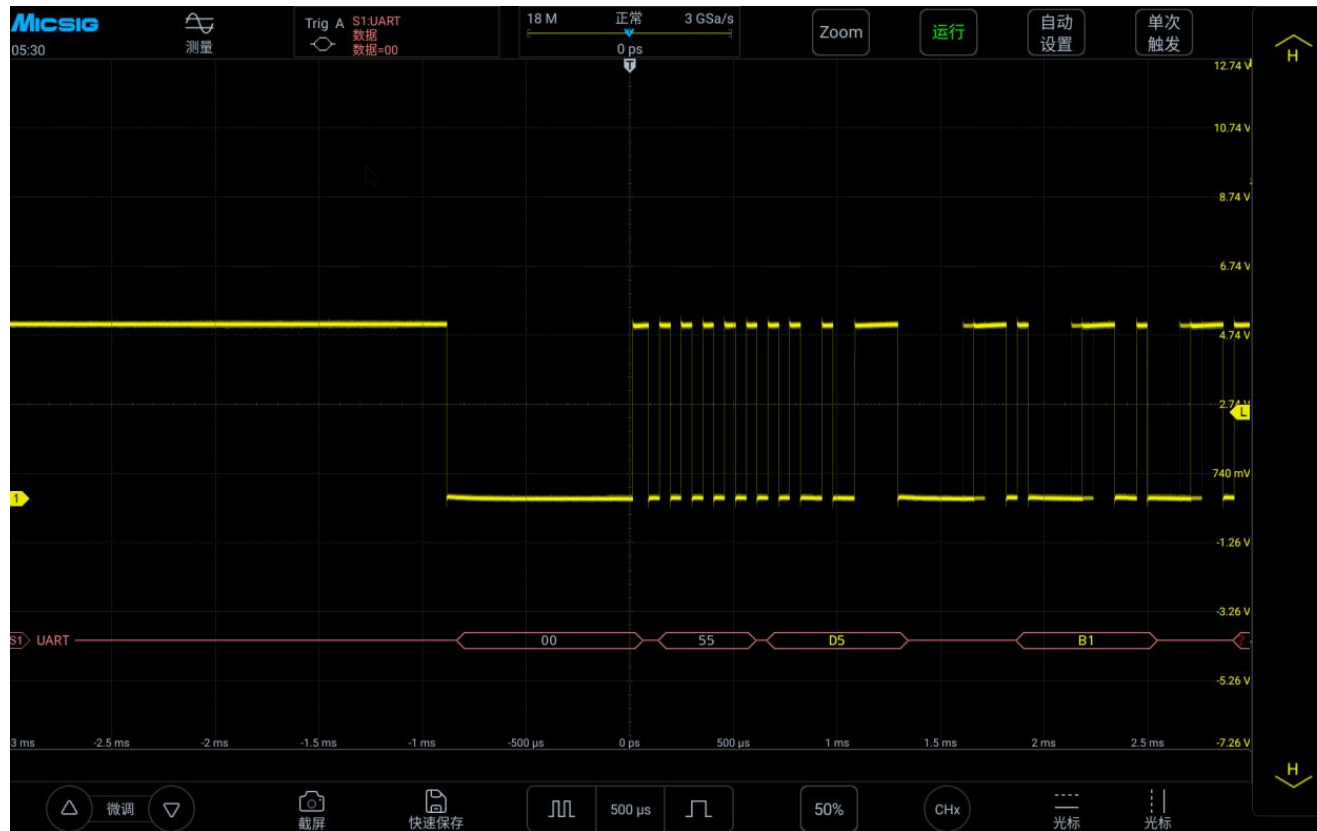

图 11-7 UART 解码阈值电平调节
- (1) 轻点 S1 打开解码通道，向左轻扫 S1 打开总线配置菜单；
- (2) 选择总线类型为“UART”，依次点选“Ch1”，“空闲高”，“校验无”，“8bit”，“9.6kb/s”，显示“十六进制”，然后关闭菜单；
- (3) 打开触发方式设置菜单，点选“数据”，条件设为“=”，数据内容手动输入 00，按“enter”确定；
- (4) 根据信号的幅值电平调节阈值电平使信号稳定触发。UART 触发图形界面见图 11-7：